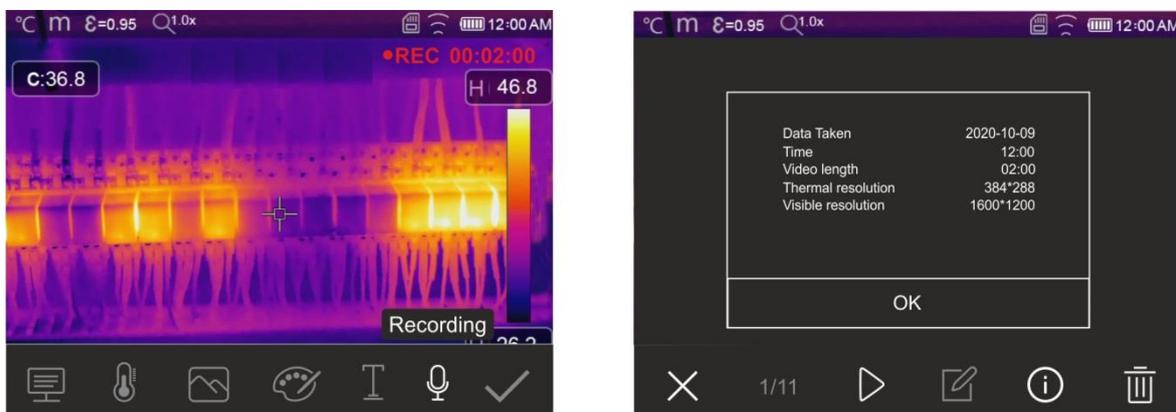

Fig. 51: Gravação de vídeo IR
1. Pressione a tecla para entrar na galeria de imagens e vídeos guardados na memória do instrumento ou no cartão micro SD. O ecrã da Fig. 51 - o seguinte lado esquerdo é mostrado no ecrã
3. Clique no símbolo “” para abrir a seção com informações sobre a imagem guardada. O ecrã da Fig. 51 - lado direito é mostrado no dispositivo